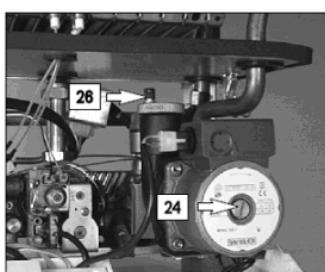

fig. 6.3
- 7 Desapertar o tampão da válvula do respiradouro automático (26 na fig. 6.3).
- 11 Tirar o tampão 24 na fig. 6.3 e desbloquear a bomba rodando o ruptor com uma chave de fendas.